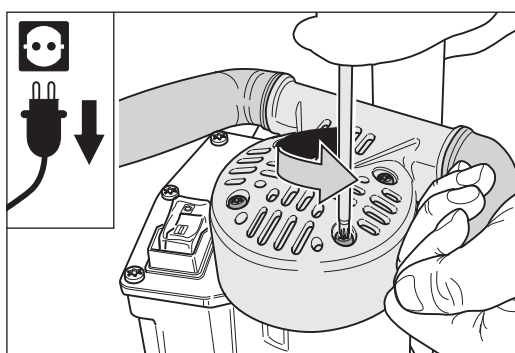
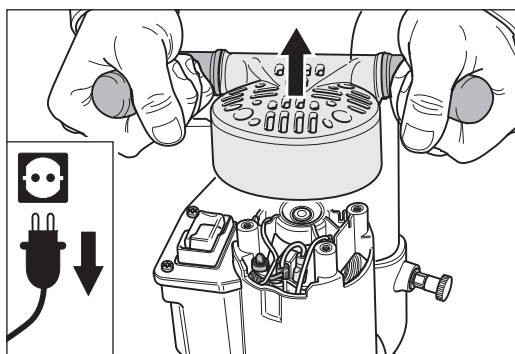

Abb. 44 Die vier Befestigungsschrauben des Griffstücks entfernen.
Abb. 45 Das Griffstück abnehmen. **Darauf achten, dass keine Teile in den Motor fallen!**
- 3 Entfernen Sie die vier Befestigungsschrauben des Griffstücks (Abb. 44) und nehmen Sie dieses vom Motorgehäuse ab (Abb. 45). **Beachten Sie dabei, dass keine Teile in den Motor fallen!**